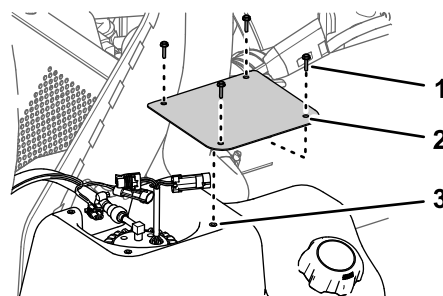

图 82
2. 在油箱内卸下将护罩固定至油箱顶部的 4 个螺丝 10 x 3/4 英寸然后取下护罩图 82。